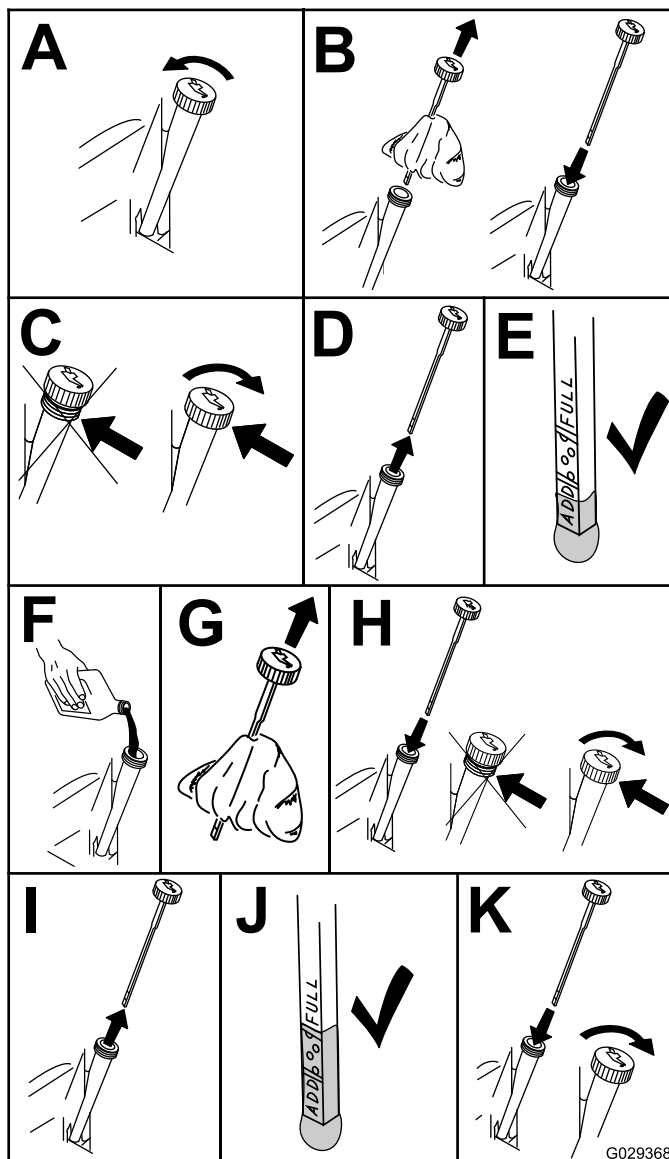

Figura 31
4. Compruebe el nivel de aceite del motor (Figura 31).